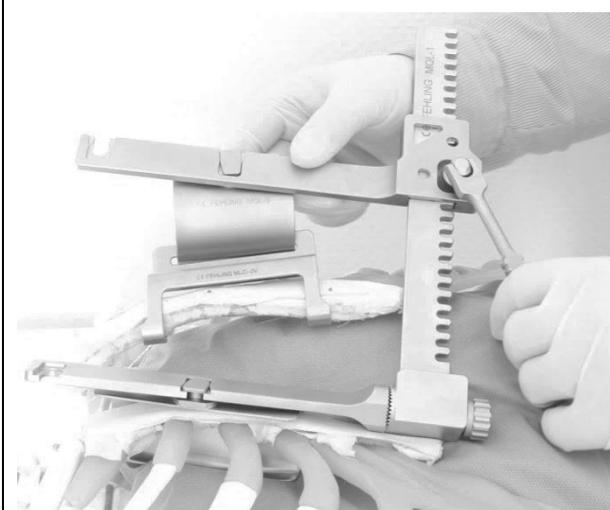

Fig. 14
5. Extienda el separador hasta la exposición deseada del tórax (Fig. 14).